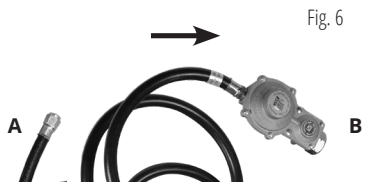

Fig. 6
3. Conectați furtunul de conectare la gaz la ieșirea GPLi (partea **A** se conectează la ieșirea GPL, Fig. 6).
4. Conectați furtunul cu partea care e montat reductorul la butelia de gaz (partea **B** este conectată la butelie, Fig. 6).
6. Apăsăți de 2-3 ori supapa de reducere a presiunii de pe reductor (vezi Fig. 6).